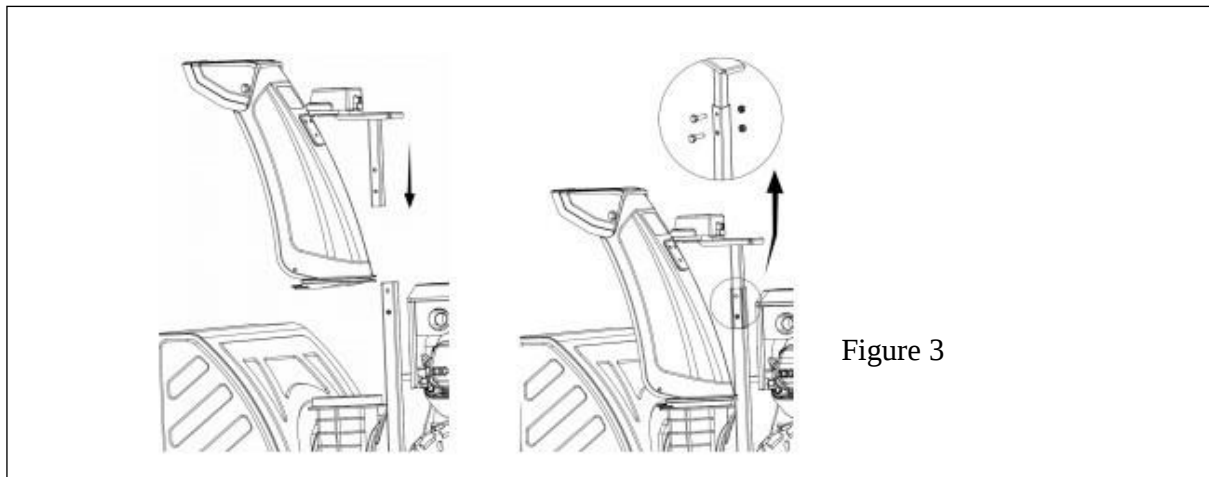

Figure 3
1. Insérez l'Assemblage de Tube Inférieur de Goulotte/Support de Décharge à la Goulotte spécifique qui est ouverte pour la Goulotte Inférieure de Décharge lors d'insérer le Tube de Support à la base spécifique de l'Encadrement. (Regardez la Figure 3)